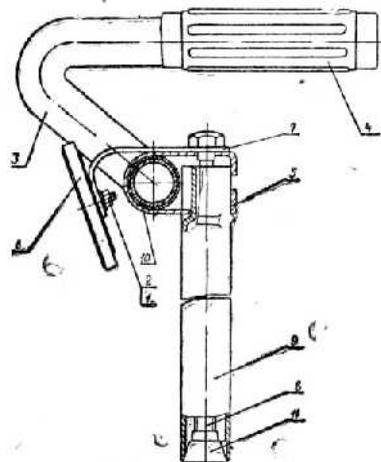

Рис. 2. Руль поворотный.
**Руль поворотный** (рис. 2) может устанавливаться: по выоте при помощи винта 6, ручками вверх или вниз, с любым наклоном. Стержень руля должен находиться в вилке не менее чем на 60 мм своей длины, т. е. риска на стержне не должна выходить за пределы торца контргайки 5 вилки. Для изменения положения ручек вверх или вниз следует снять одну из ручек 4, отвернуть винт 6 и, вынув трубу руля 3 из замка 5, вставить ее в обратном положении.